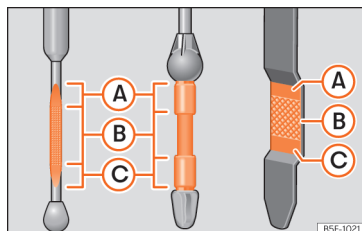

Fig. 228 Vareta de medição do nível de óleo.
- Em seguida, retire-a novamente e verifique o nível do óleo >>> **Fig. 228**. Caso seja necessário, reponha óleo do motor.
• Quando o nível de óleo atingir pelo menos a zona >>> **Fig. 228 B**, enrosque a tampa do bocal de enchimento com cuidado >>> ①.